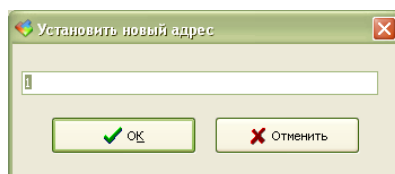

Рисунок 11 - Ввод адреса
4) При необходимости, установить новый адрес ККД в системе ОПС. Для этого надо выделить в таблице строку с ККД и выполнить команду «Адрес». Ввести требуемый адрес и нажать кнопку «ОК» для записи нового адреса в ККД (рисунок 11).
6) В открывшемся окне в поле «Норма» установить требуемый режим работы шлейфов сигнализации в соответствии с подключенными извещателями (рисунок 11).